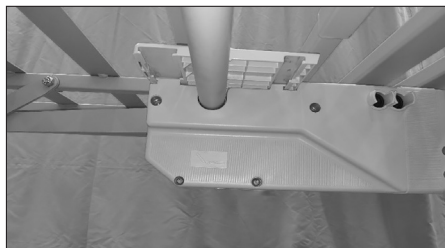

Fig. 12
3. Cierre el compartimento de mecanismos con las tapas correspondientes, deslizándolas lateralmente, teniendo cuidado de no separar el motor de las secciones (Fig. 12)